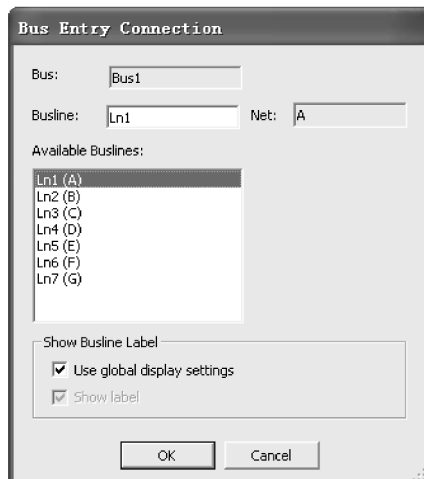

图 4-32 总线分支选择对话框
(4) 绘制 U2 器件与总线连接的单线，将光标移向第二个元器件的引脚，待出现一个带十字的圆黑点时单击左键，然后拖动鼠标移向总线，与总线相交时再单击，则出现如图 4-32 所示的总线分支选择对话框。